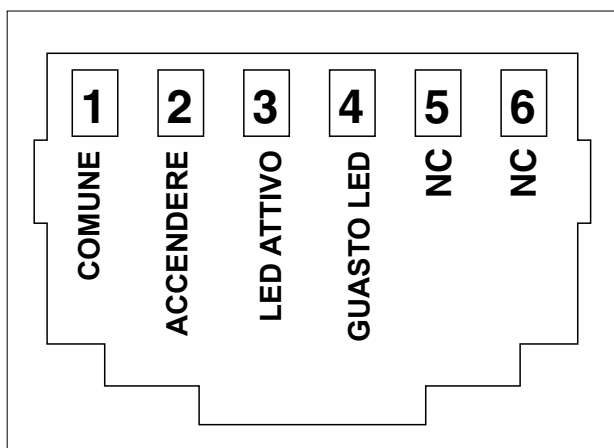

Figura 11: Connettore RJ 12 con segnali pin
Vedere figura 11. Installare l'analizzatore di alimentazione CA come segue:
- 3 Collegare i cavi di comunicazione RJ12 all'inverter (se presente). La figura 11 mostra quale pin fornisce ciascun segnale.
Almeno un dispositivo MasterBus su tre deve star alimentando MasterBus. Se CA è disponibile all'ingresso (figura 11, punto 1), l'analizzatore di alimentazione CA sta alimentando MasterBus .